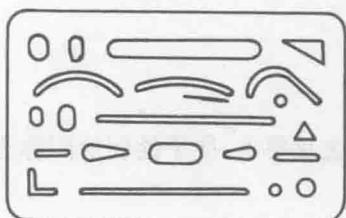

图 1-10 擦图片
(1) 擦图片 擦图片是一片开有条、孔的薄钢片或透明有机片，修改图线时用擦图片遮住正确的图线，擦去错误和多余的图线，如图 1-10 所示。